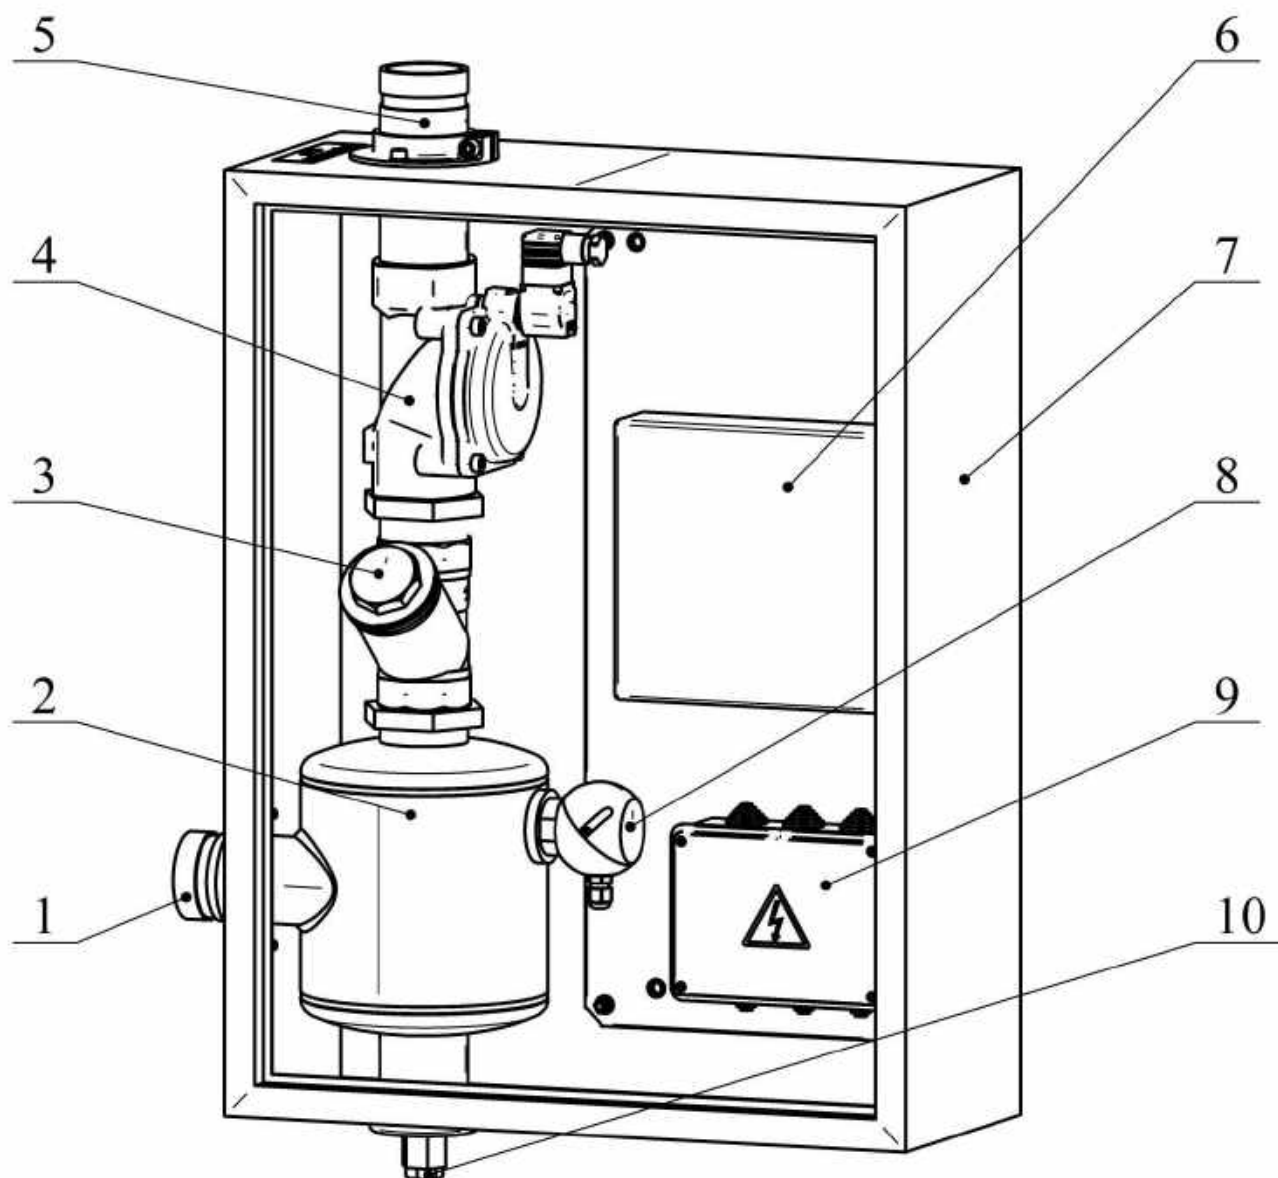

Рисунок 1 - Эксгаустер с электроприводом (дверца шкафа не показана)
- наличие напряжение питания эксгаустера (контролируется по индикации РИП 6 и УКУ 8 (рисунок 1));
- отсутствие воды в фильтре-успокоителе (контролируется по индикации УКУ 8 (рисунок 1)).
8.6.8 Снять отстойник со сливной пробкой 10 (рисунок 1) слить воду, удалить возможные загрязнения;
8.6.9 Снять фильтрующий элемент фильтра 3 (рисунок 1), удалить возможные загрязнения;
8.6.10 Снять крышку электромагнитного клапана 4 (рисунок 1), удалить возможные загрязнения;